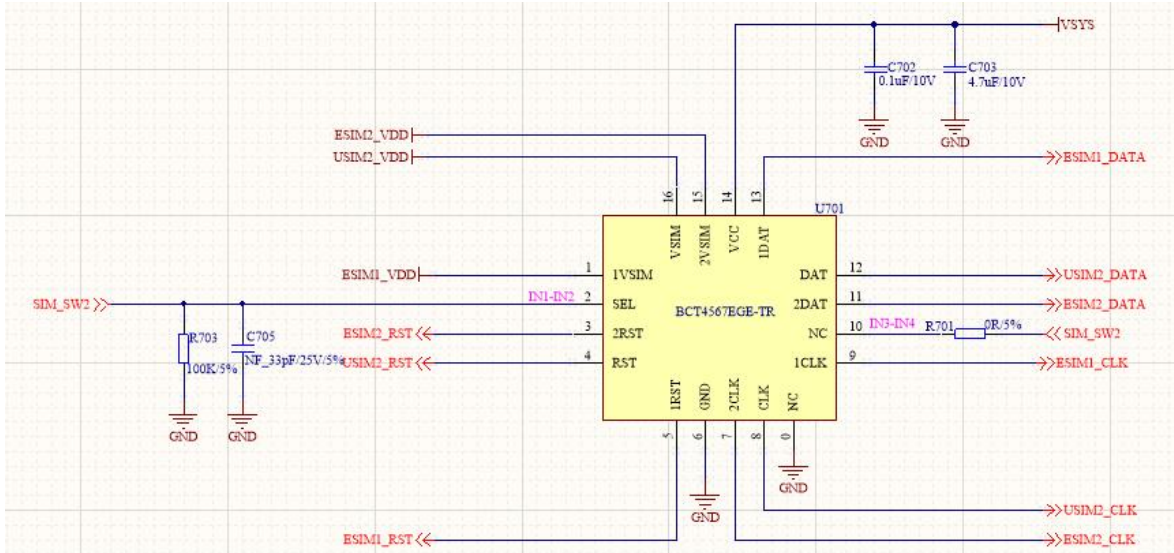

图 3-8 ESIM2 和 ESIM3 卡模拟开关
以上 SIM 卡接口均支持 1.8V 和 3.0V (U)SIM 类型卡，实体卡槽为 nano sim 卡槽，支持 4FF 尺寸的卡，ESIM 为 MFF2 尺寸卡，封装为 QFN5*6-8。若同时贴多张卡，最多同时只支持一张卡，若要使用其他卡，需要软件控制 SIM 卡开关进行切换。MIFI PCBA 当前贴片状态仅支持 nano SIM 和 nano SIM 卡槽下方的 ESIM 二选一。其他两个 ESIM 若要支持，需将 U701、R703、C702、C703、R701 焊接上，如图 3-8 所示，并且需要软件开发支持。